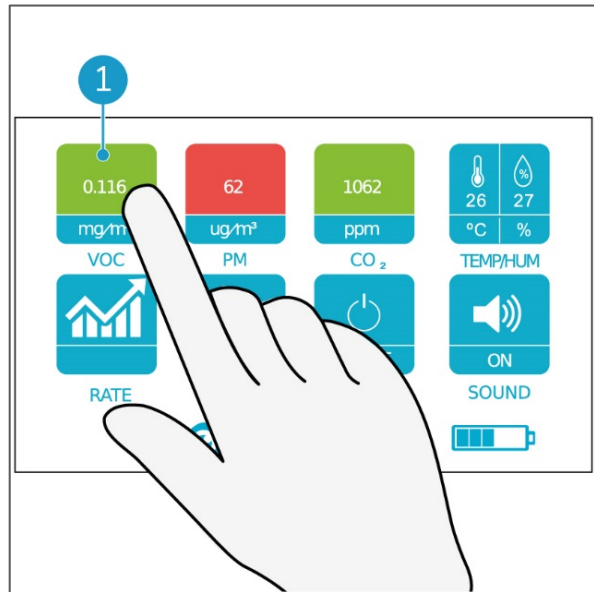

Figure 10
1. Touchez du doigt le bouton VOC (Figure 10, position 1).